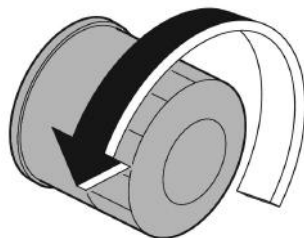

Рис. 50 Замена масляного фильтра
5. Поместите под масляный фильтр двигателя кусок чистой сухой ветоши и открутите масляный фильтр против часовой стрелки (Рис. 50).